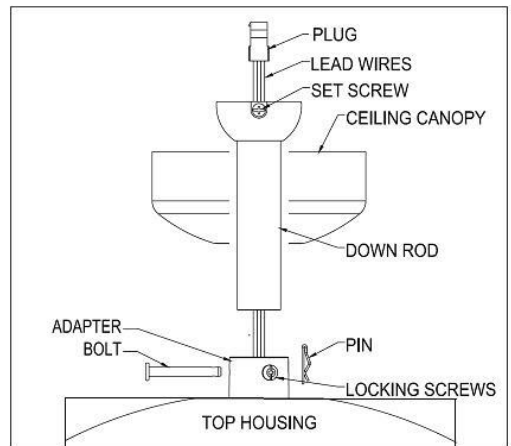

Fig. 4
4. Inserte la varilla vertical en el enganche (ver Fig.4), alinee los agujeros de enganche con los agujeros de la varilla vertical e inserte el perno. Seguidamente inserte el pasador en el extremo del perno.